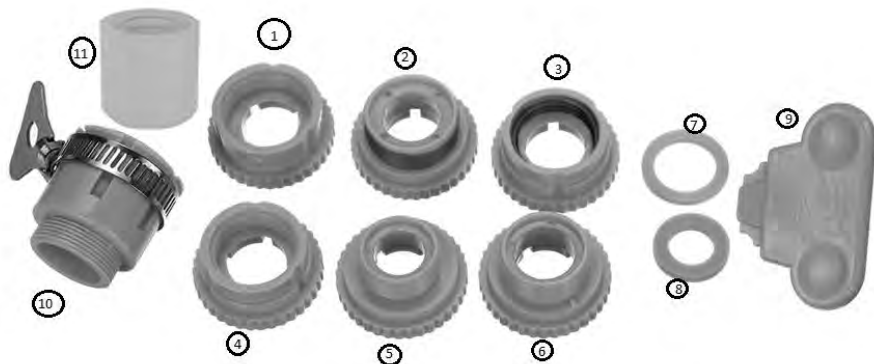

Рис.1. Монтажный комплект:
1. Извлеките корпус прибора из коробки. Подберите набор из соединителя –переходника и уплотнительного кольца, подходящих вашему смесителю – рис.1.